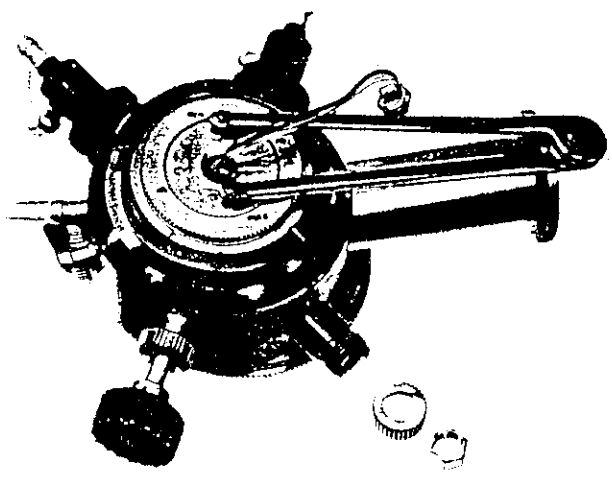

Fig. 11
- ไขน็อตของ Knurled ring (Fig. 11) ออก หยิบบน Thermocouple ออกด้วย cover ring และ หยิบบน Thermocouple ที่ใช้แล้วออก